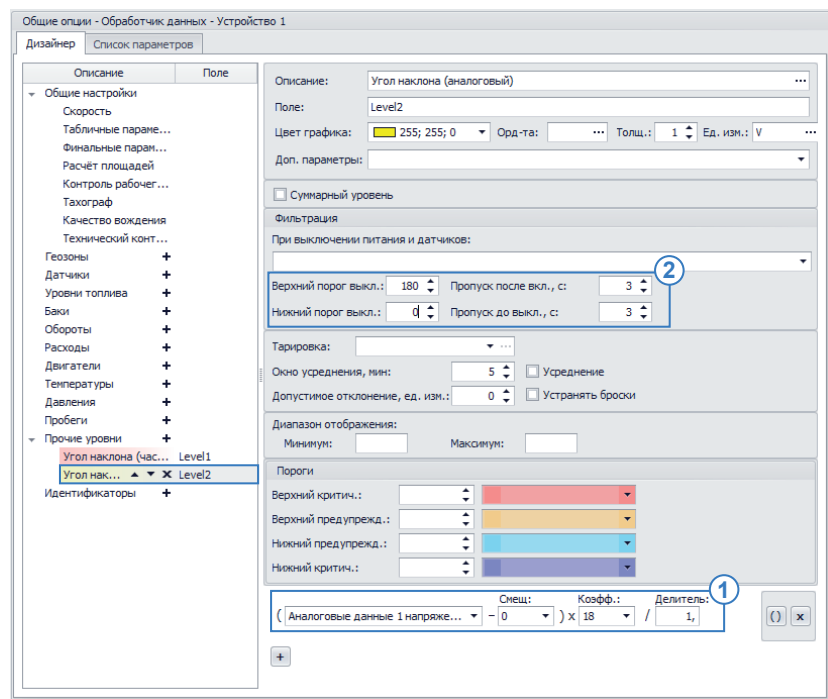

Рис.32. Пример настройки аналогового входа 1 контроллера АвтоГРАФ для подключения датчика ТКAM.
• создайте выражение для получения показаний напряжения с аналогового входа 1 контроллера и пересчета этих показаний в углы наклона (**Рис.32, п.1**). Пересчет частоты в угол наклона выполняется по формуле, заданной для датчика ТКАМ:
- настройте фильтрацию показаний угла наклона, выходящих за пределы возможного диапазона. Датчик ТКАМ осуществляет измерение угла наклона в диапазоне от 0 до 180 градусов. Т.е. все значения вне этого диапазона можно считать ошибочными (**Рис.32, п.2**);